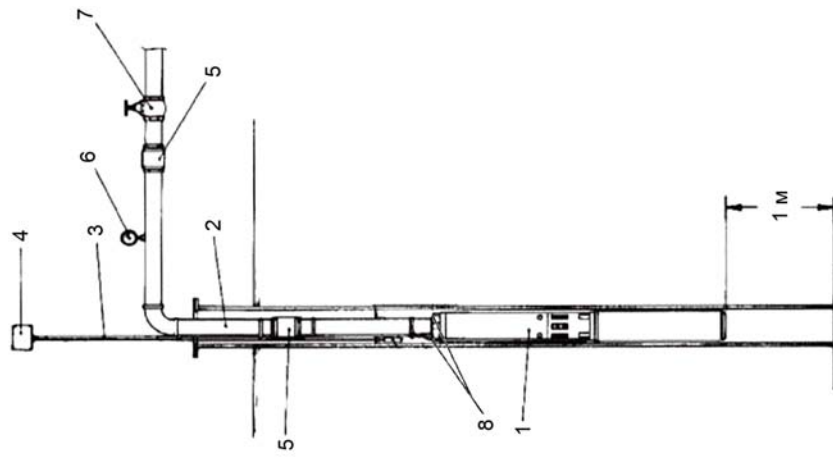

Рис. 2
6.11 Рекомендуемая схема установ- ки насоса представлена на рис. 2